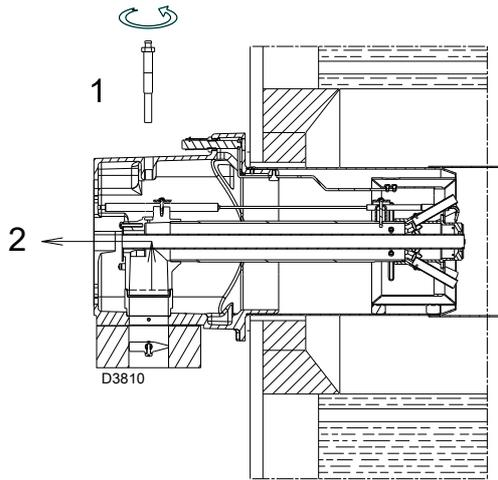

图 15
- ▶ 拆下螺丝 1)(图 15)
- ▶ 取出燃烧头内的部件 2)(图 15)，并对他们进行校准。
不要旋转探针，应使其保持图 15 所示状态；如果其位置太靠近点火电极，可能会损坏控制器的火焰信号放大器。